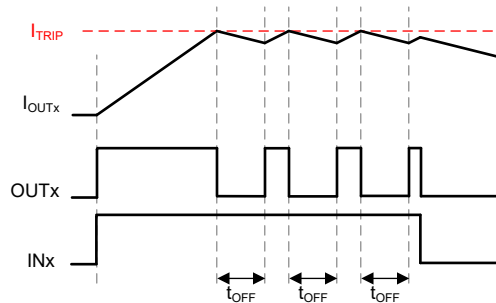

図 7-4. グラウンドに接続された誘導性負荷、固定オフ時間電流のチョッピング
- 図 7-4 に示すシナリオでは、 $INx = 1$  のとき、 $I_{OUT}$  が  $I_{TRIP}$  を超えた後で、ローサイド MOSFET が期間  $t_{OFF}$  だけオンになります。 $t_{OFF}$  が経過すると、再度  $I_{OUT}$  が  $I_{TRIP}$  を超えるまで、ハイサイド MOSFET が再度オンになります。